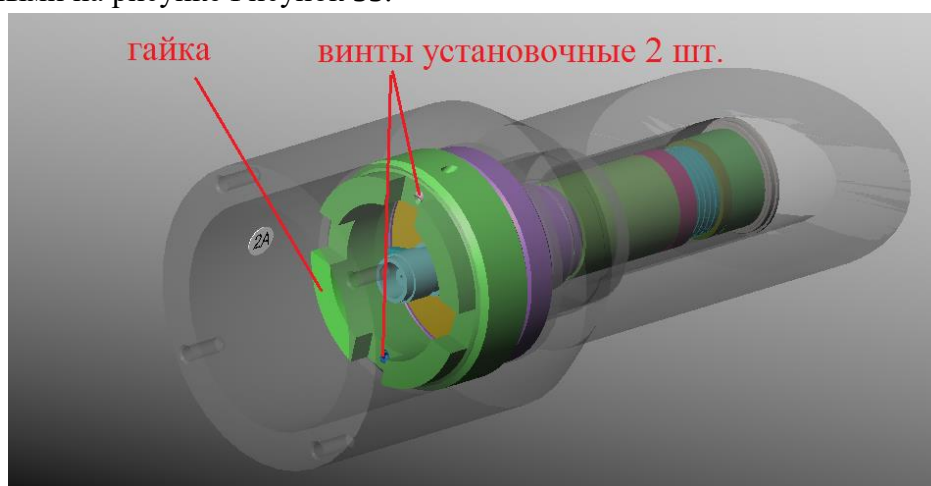

Рисунок 55 – гайка и винты установочные
4.2.2.25 Закрутить гайку до упора и зафиксировать её от проворота двумя установочными винтами, указанными на рисунке Рисунок 55.